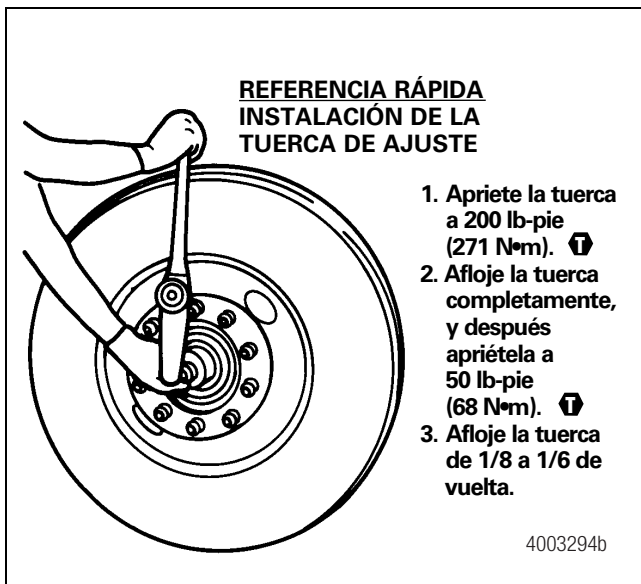

Figura 10.13
1. Instale la arandela y la tuerca encastillada. Apriete la tuerca a 200 lb-pie (271 N•m) mientras gira el extremo de rueda en ambas direcciones. Figura 10.13.